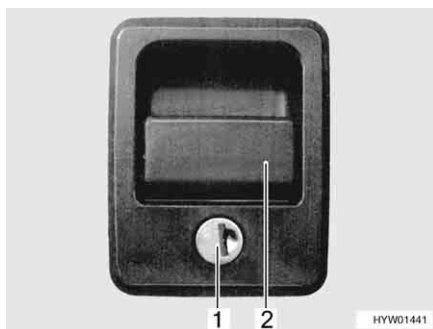

Fig. 26 Serratura dello sportello con impugnatura
- Inserire la chiave nel cilindro della serratura (Fig. 26,1) e ruotare di un quarto di giro. La serratura dello sportello è sbloccata.
- Tirare la maniglia della serratura (Fig. 26,2). In questo modo si apre lo sportello esterno.